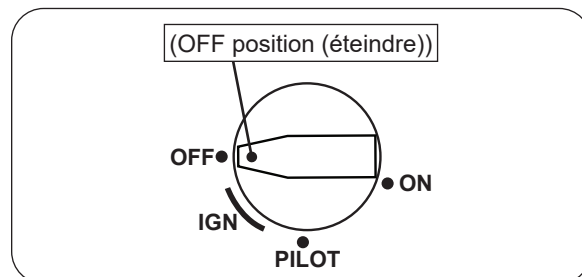

Fig. 50-2 Arrêt du pilote
2. Localisez la vanne sur le côté de l'unité. Pousser le bouton d'allumage et tourner dans le sens des aiguilles d'une montre sur **OFF** (éteindre) (voir Fig. 50-2).
Appuyez légèrement sur le bouton de contrôle et tournez-le dans le sens des aiguilles d'une montre pour **OFF** (éteindre). Ne force pas. Voir Fig. 50-2.